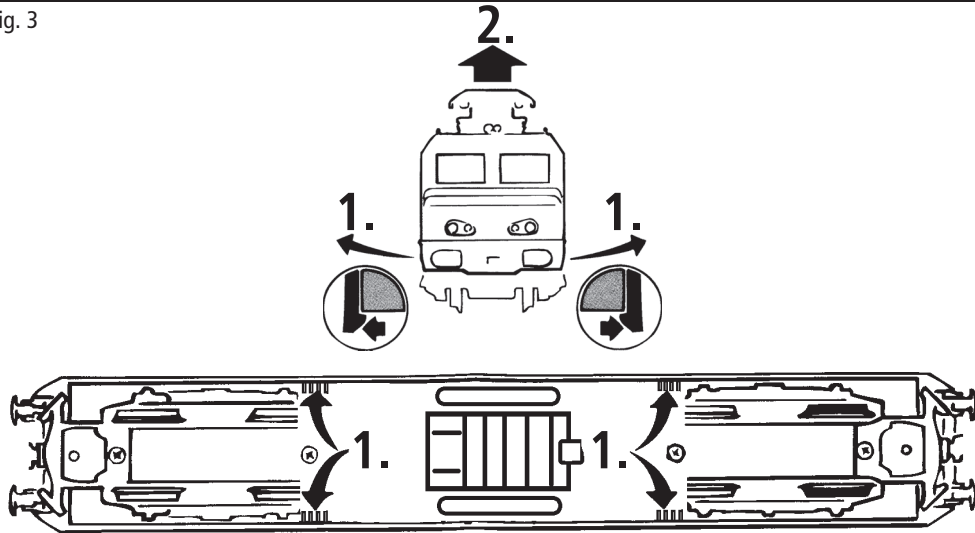

Fig. 4
3. Haftreifenwechsel: Zuerst den Getriebedeckel abnehmen (Fig. 4). Danach den **Radsatz** herausnehmen und die **Haftreifen** mit einer Nadel od. mit einem feinen Schraubendreher abziehen (Fig. 8). Beim Aufziehen der neuen Haftreifen darauf achten, dass diese sich nicht verdrehen.
3. Change of traction tyre: Remove the gear cover (Fig. 4). Take out **wheel set** and remove **traction tyre** using a pin or a fine screwdriver (Fig. 8). When pressing on the new traction tyre please **avoid twisting it**.
3. Échange des bandages d'adhérence: Démontez d'abord **le couvercle du carter des engrenages** des en-grenages (Fig. 4). Délogez ensuite les essieux bandagés et enlevez, à l'aide d'une aiguille ou d'un tourne-vis fin, les bandages d'adhérence (Fig. 8). Lors du montage des nouveaux bandages veuillez veiller à ce que les bandages **ne soient pas tor-dues**.